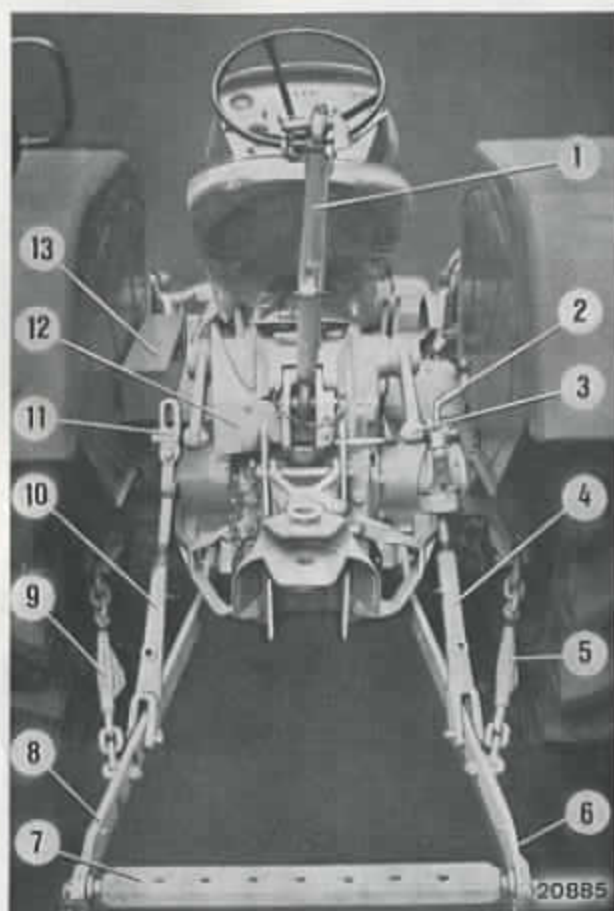

Fig. 38
est constitué de: 2 bras inférieurs (6 et 8), bras supérieur (1), 2 chandelles (4 et 10) Cf. fig. 38.
Le débattement des bras inférieurs de l'attelage trois points est limité par des chaînes de rigidation (5 et 9 — fig. 38).
étant à prévenir à l'aide des chaînes de rigidation. (Ex! Distributeur rotatif d'engrais — Cf — Fig. 38).